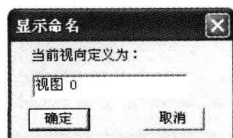

图1-5 “显示命名”对话框
- ⑤ 单击“添加”按钮，弹出“显示命名”对话框，如图1-5所示。确定系统默认的命名“视图0”，要单击“确定”按钮，在“文档视向”中加入“视图0”。